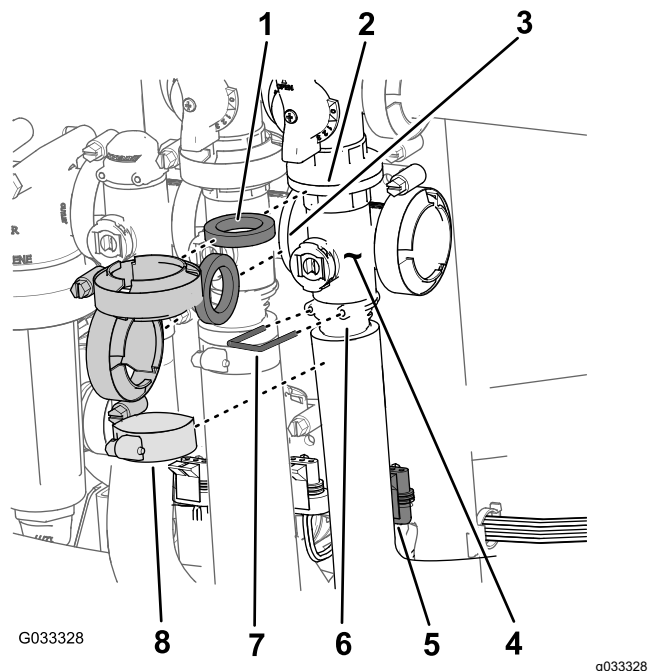

Рисунок 72
1. Снимите хомуты и прокладки крепления коллектора главного клапана секций (Рисунок 72) к главному клапану перепуска секций, клапану перемешивания и главному коллекторному клапану секций (на конце шланга расходомера).
2. Снимите держатель, который крепит выпускной штуцер к коллектору главного клапана секций (Рисунок 72).